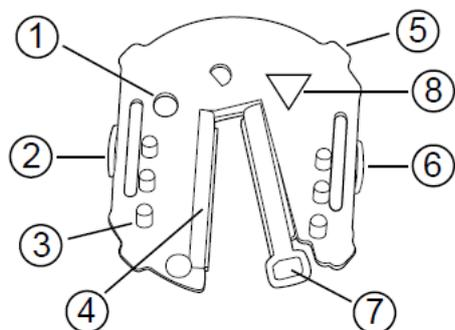
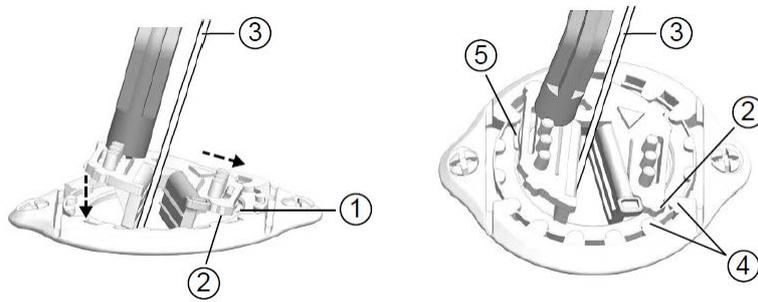

Figura 30. Herramientas del clip de soporte (vista superior).
Figura 31. Inserción del clip de soporte en la base.
- ① Orificio
- ② Pestaña 2
- ③ Pata del soporte del electrodo
- ④ Lado estático del mecanismo de fijación
- ⑤ Herramienta de orientación del clip de soporte
- ⑥ Pestaña 1
- ⑦ Hendidura de cierre del mecanismo de fijación
- ⑧ Herramienta de orientación triangular
2. Inserte completamente la punta metálica de la herramienta de inserción en el pequeño orificio situado cerca de la pestaña 2 del clip de soporte (Figura 30).
3. Utilice la herramienta de inserción para doblar el clip de soporte y alinearlos con la base, y sitúelos el lado estático del mecanismo de fijación contra el electrodo (Figura 30 y Figura 31).
4. Inserte la pestaña 1 del clip de soporte formando un ángulo mientras alinea las herramientas de orientación del clip de soporte con las herramientas de orientación de la base (Figura 31).
5. Presione la pestaña 2 del clip de soporte en la base y compruebe que el clip de soporte está completamente conectado a la base (Figura 31).